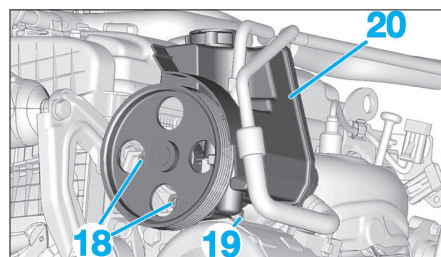

Fig. 51
- les fixations (18) et (19) (Fig.51).
- Écarter et brider l'ensemble pompe de direction assistée (20) et ses canalisations contre le tablier moteur sans ouvrir le circuit.